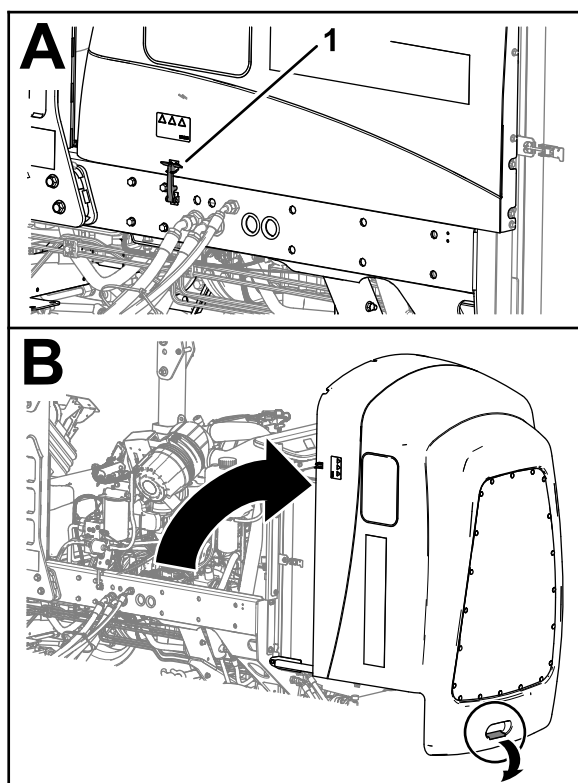

Figura 59
1. Desenganche los 2 cierres del capó (Figura 59).
1. Desenganche el cierre de goma de la tapa del compartimento de la batería (Figura 59).